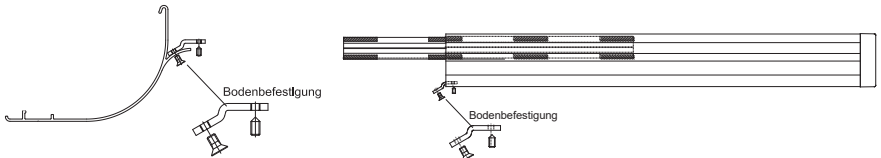

Abb. 28: Befestigung des Blendenunterteils mit der Führungsschiene
- » Verschrauben Sie anschließend die Führungsschiene mit dem Bodenbefestigungswinkel mit dem Markisenkasten. (Abb. 28)